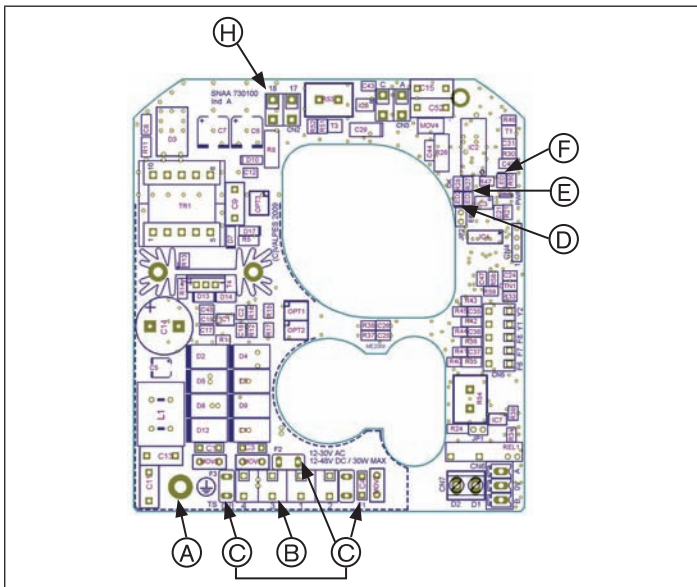
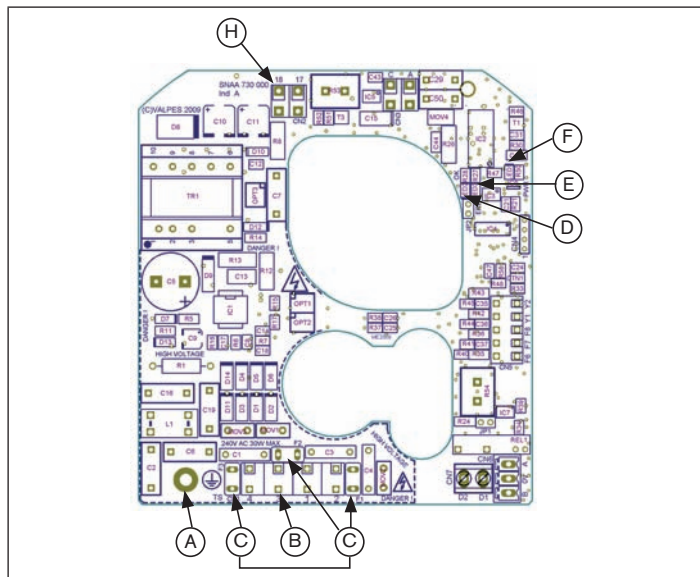
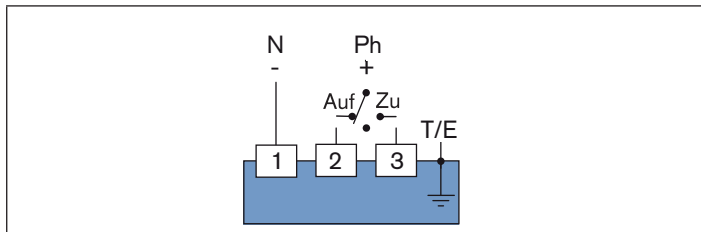
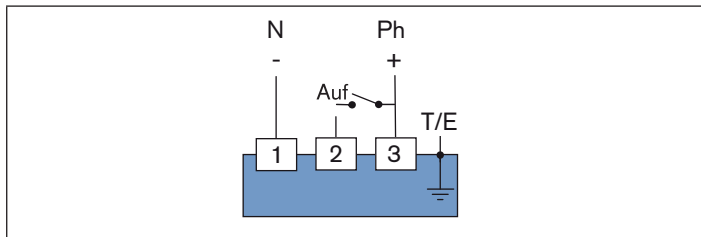

Bild 12: Stromversorgungsplatine 15-30 V 50/60 Hz (12-48 V DC)
Bild 13: Stromversorgungsplatine 100-240 V 50/60 Hz (100-350 V DC)
Bild 14: Drei Punkt Modus
Bild 15: Auf / Zu - Modus / Notstromvariante (in der Bedienungsanleitung berücksichtigen)
→ Hierzu die Erdungsschraube lösen und Öse des Erdungskabels mit der Erdungsschraube befestigen (siehe „Bild 12“ und „Bild 13“).
- Kabel entsprechend der gewünschten Steuerungsart („Bild 14“ und „Bild 15“) an der Klemmleiste Pos. B der Stromversorgungsplatine („Bild 12“ und „Bild 13“) anschließen.
**Funktionsweise beim Auf / Zu - Modus („Bild 15“)**